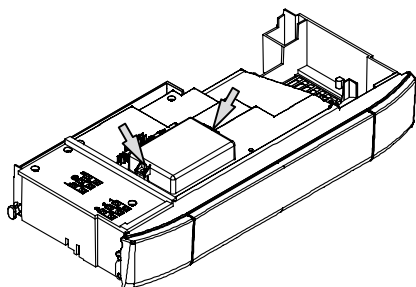

Figura 5.33
- Togliere le due viti indicate in Figura 5.33 e aprire il coperchio della morsetteria collegamento sonda esterna e comando remoto.